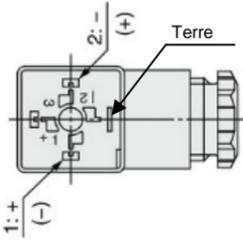

Figure 2. Polarité du connecteur DIN
- Les connexions internes sont indiquées dans la figure 2. Effectuez les connexions à l'alimentation électrique en conséquence.